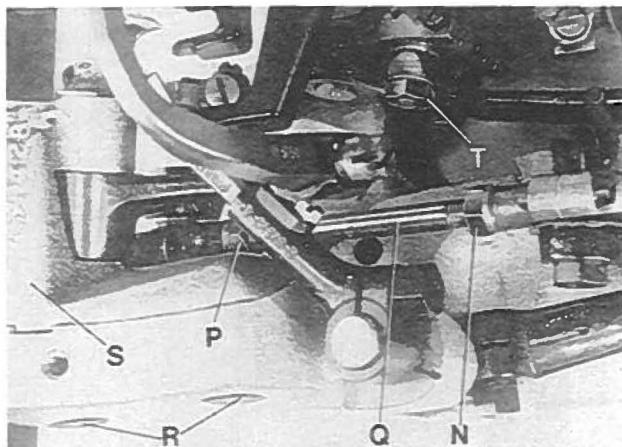

Fig.8
HINT: In case the adjusting possibility of the spreader by means of the two offset flats on the spreader shank is not sufficient, additionally the complete spreader shaft bearing (S, Fig. 8) can be moved slightly up or down when loosening screws (R). Retighten screws.
If an adjustment is necessary, loosen nuts (N and P, Fig. 8) and turn connecting rod (Q) forward or backward as required to obtain the required position. Note: The left nut (P) has a left hand thread. Temporarily snug the two nuts (N and P) manually.
After this setting recheck the position of the spreader to the left needle, as described above. Retest with connecting rod (Q, Fig. 8) if required and tighten nuts (N and P).
HINWEIS: Sollte die Einstellmöglichkeit des Blindgreifers mit Hilfe der beiden versetzten Befestigungsflächen am Greiferschaft nicht ausreichen, kann, nach Lösen der beiden Schrauben (R, Fig. 8), zusätzlich das ganze Greiferachslager (S) etwas nach oben oder unten verschoben werden. Ziehen Sie die beiden Schrauben wieder an.
Wenn eine Einstellung notwendig ist lösen Sie die Muttern (N und P, Fig. 8) und drehen die Verbindungsstange (Q) vor oder zurück bis die erforderliche Stellung erreicht ist. Beachten Sie: Die linke Mutter (P) hat ein Linksgewinde. Legen Sie vorerst beide Muttern (N und P) von Hand leicht an.
Prüfen Sie nach dieser Einstellung nochmal die Stellung des Blindgreifers zur linken Nadel, wie oben beschrieben. Stellen Sie bei Bedarf mit der Verbindungsstange (Q, Fig. 8) nach und ziehen Sie die Muttern (N und P) an.
If an adjustment is required, loosen nut (T, Fig. 8) on the double joint and swing the lower looper lever with lower looper accordingly to the right or left. Retighten nut (T).
Ist eine Einstellung notwendig, lösen Sie die Mutter (T, Fig. 8) am Doppelgelenk und schwenken Sie den Untergreiferhebel mit dem Untergreifer entsprechend nach rechts oder links. Ziehen Sie Mutter (T) wieder an.